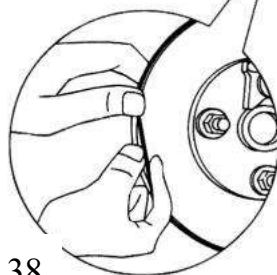

Рисунок 38
6. Удалите резиновый успокоитель из тормозного диска (рис.38).